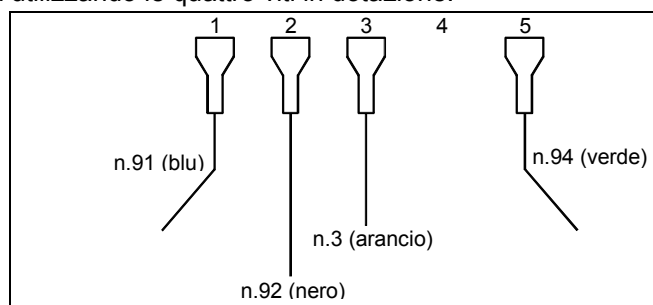

Figura 2 – COLLEGAMENTO ELETTRICO PER MOD. 4001/5001/8001
- cavo n.91 (blu) al morsetto n.1 dell'orologio programmatore (vedi Figura 2)